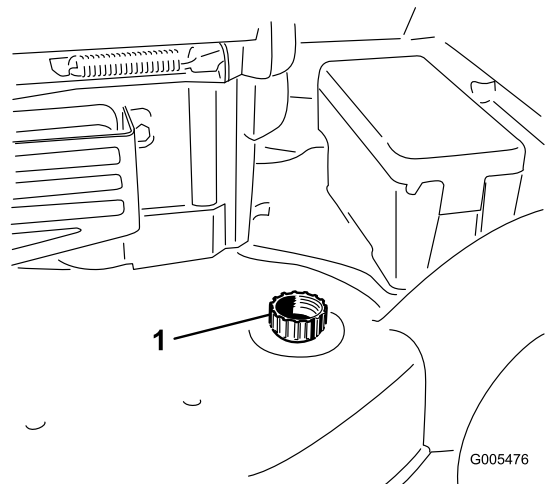

Figure 43
3. Branchez un tuyau d'arrosage relié à l'alimentation en eau au raccord de lavage du carter du plateau de coupe (Figure 43).